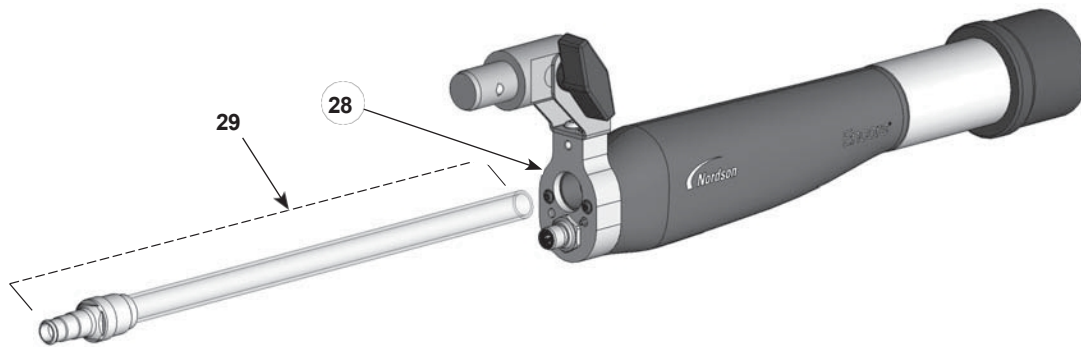

Figura 15 Sustitución del tubo del e e de polvo
19. Véase la figura 15. Instale el tubo de polvo (22) en el adaptador (30) con un movimiento giratorio para insertar el tubo más allá de la junta tórica interna hasta que quede completamente asentado.